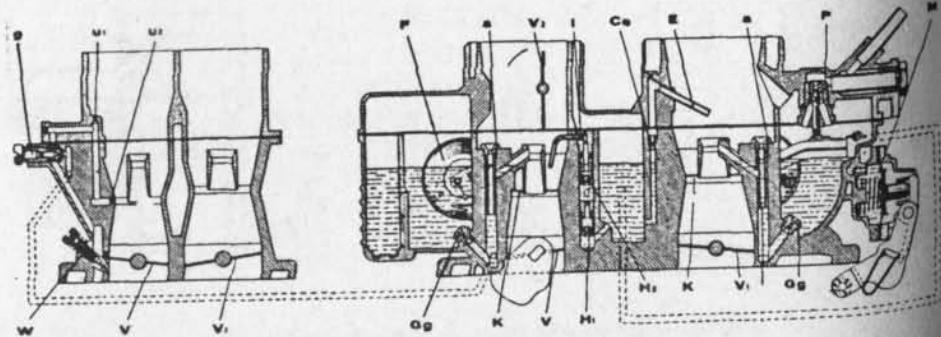

Fig. 3.5.— Carburador doble Solex 26-35 CSIC, de Ami-8
**7. Carburador doble de Ami-8.**— Los modelos Ami-8 están equipados con el carburador doble Solex 26-35 CSIC (Fig. 3-5).